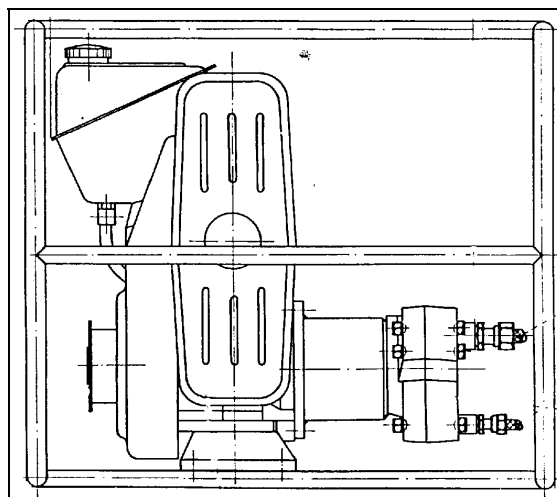

Fig. 1
Recomendamos emplear nuestro grupo de emergencia, no. de art.: 10131131 (Fig. 1):
- Conectar el empalme P de la unidad de bomba con el empalme P de la máquina (Fig. 1).